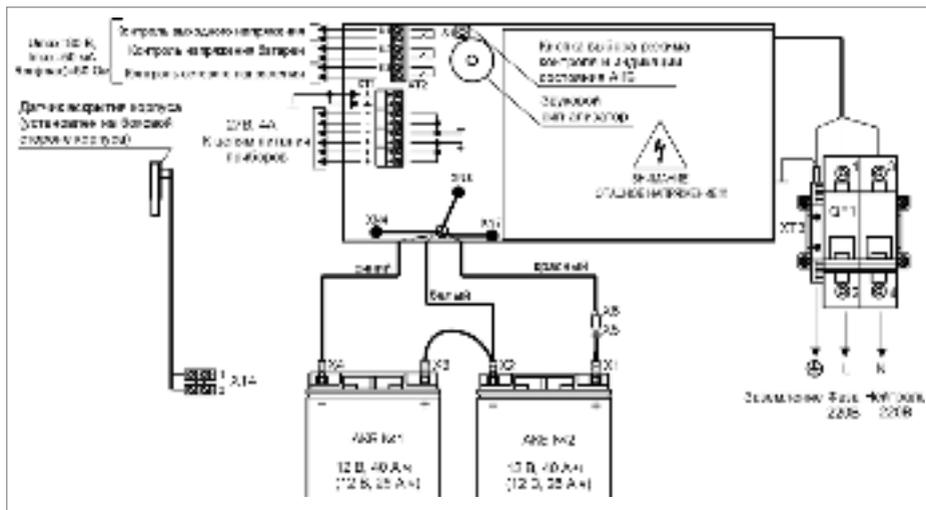

Рисунок 11. Схема подключения РИП-24 исп.06 (РИП-24-4/40МЗ-Р)
1.4. Схема подключения приведена на рис. 11.
- 1.13. Проверьте правильность произведённого монтажа в соответствии со схемой подключения (рис. 11).
- 2.11. Отключите обе АКБ от платы РИП, отсоединив контакты Х1, Х2, Х3, Х4 от клемм АКБ (см. рис. 11).